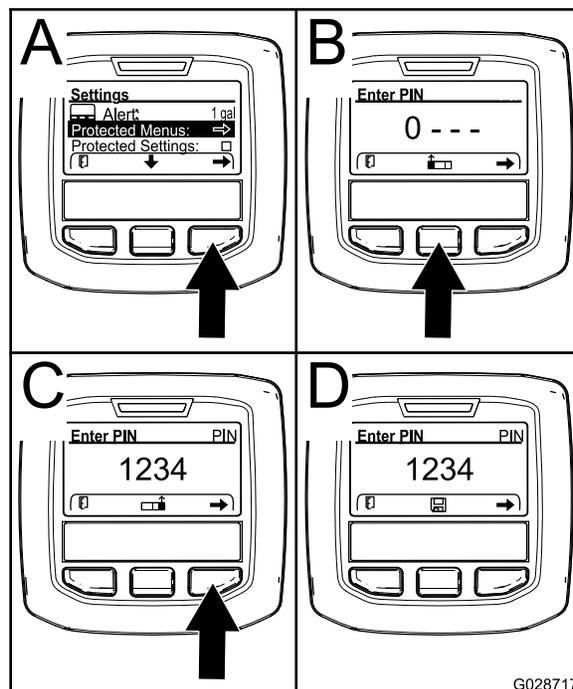

図 12
3. 右ボタンを押して保護メニューProtected Menuを選択する図 12のA。
- 数を大きくするには中央ボタン図 12のBを押す。
- カーソルを右の桁に移動させるには右ボタン図 12のCを押す。
注 中央ボタンの上に「保存」アイコンが表示されます図 12のD。